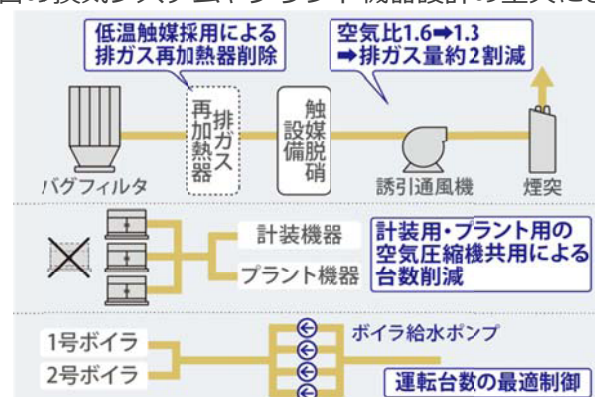

図8 プラント設備の消費電力削減策
- 制御方式や設備フローの工夫を取り入れ、プラント設備の消費電力を削減（図8）